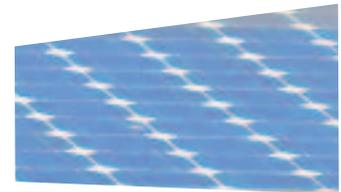

Figure 2 :
- **Le silicium monocristallin** (Mono – Si) est un matériau pur à 99,999 % qui se présente sous la forme d'un cristal unique de grande dimension (cf. figure 2). Découpé en wafers (fines tranches) assemblés en modules, il affiche les meilleurs rendements sur le marché des produits actuellement disponibles (environ 15-20 %).